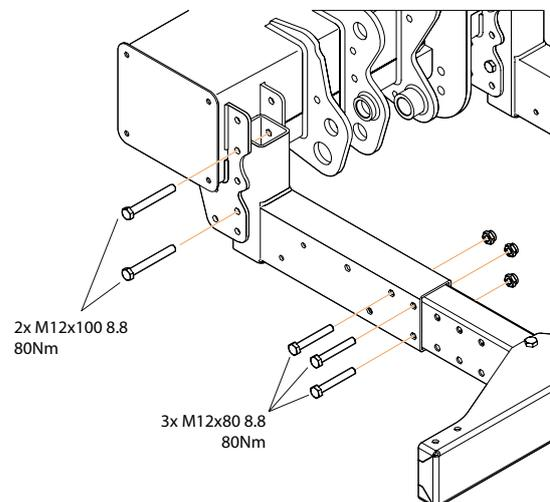

Figura 49. Montaje de la protección contra empotramientos
1. Monte la parte interior de cada soporte, se pueden montar en cuatro alturas diferentes. Elija una altura que proporcione una posición que cumpla con los requisitos legales, consulte el apartado "3.2 Medidas reglamentarias para la protección contra el empotramiento" en la página 9. Utilice el tornillo correspondiente M12x100. Monte sin apretar los tornillos, consulte Figura 49.
Utilice el tornillo correspondiente M12x80. Monte sin apretar los tornillos. Consulte Figura 49.